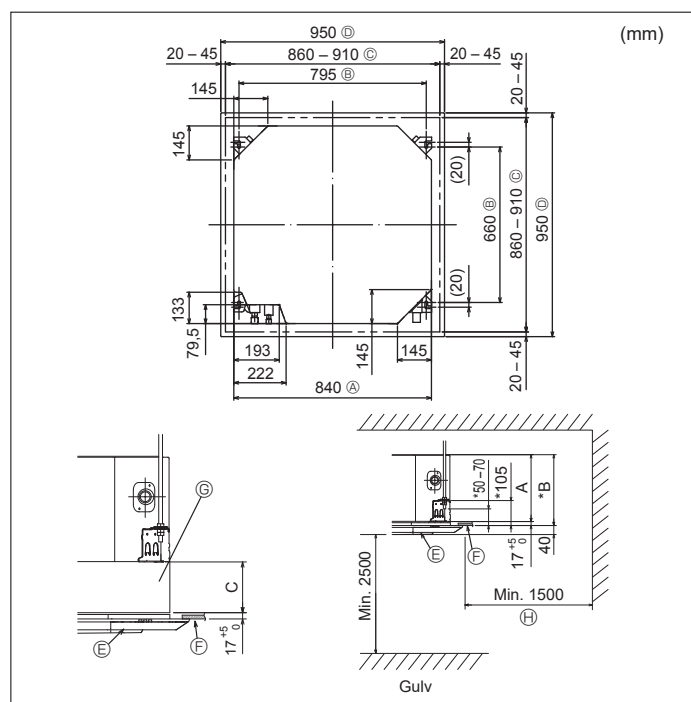

Fig. 3-2
3.2. Åbninger mod loft og placering for installation af suspensionsbolt (Fig. 3-2)
- * Dimensionerne på åbningerne i loftet kan reguleres inden for det i Fig. 3-2 viste område. Hovedenheden centreret i forhold til åbningen i loftet, således at mellemrummet mellem enhedens sider og loftkanterne er ens på alle sider.